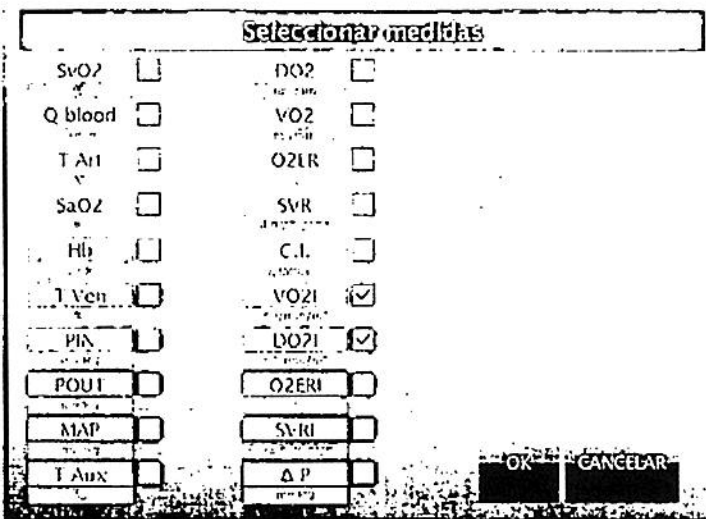

Figura 18: Selección de medidas para la Pantalla principal 1.
- En la zona principal se muestra una gráfica que visualiza hasta 5 medidas en el transcurso del tiempo, que pueden ser seleccionadas por el usuario (figura 18)
- En la zona derecha vertical se encuentra el botón Modificar gráfica, que permite añadir o quitar parámetros en la gráfica por medio de la subpágina prevista (figura 18).